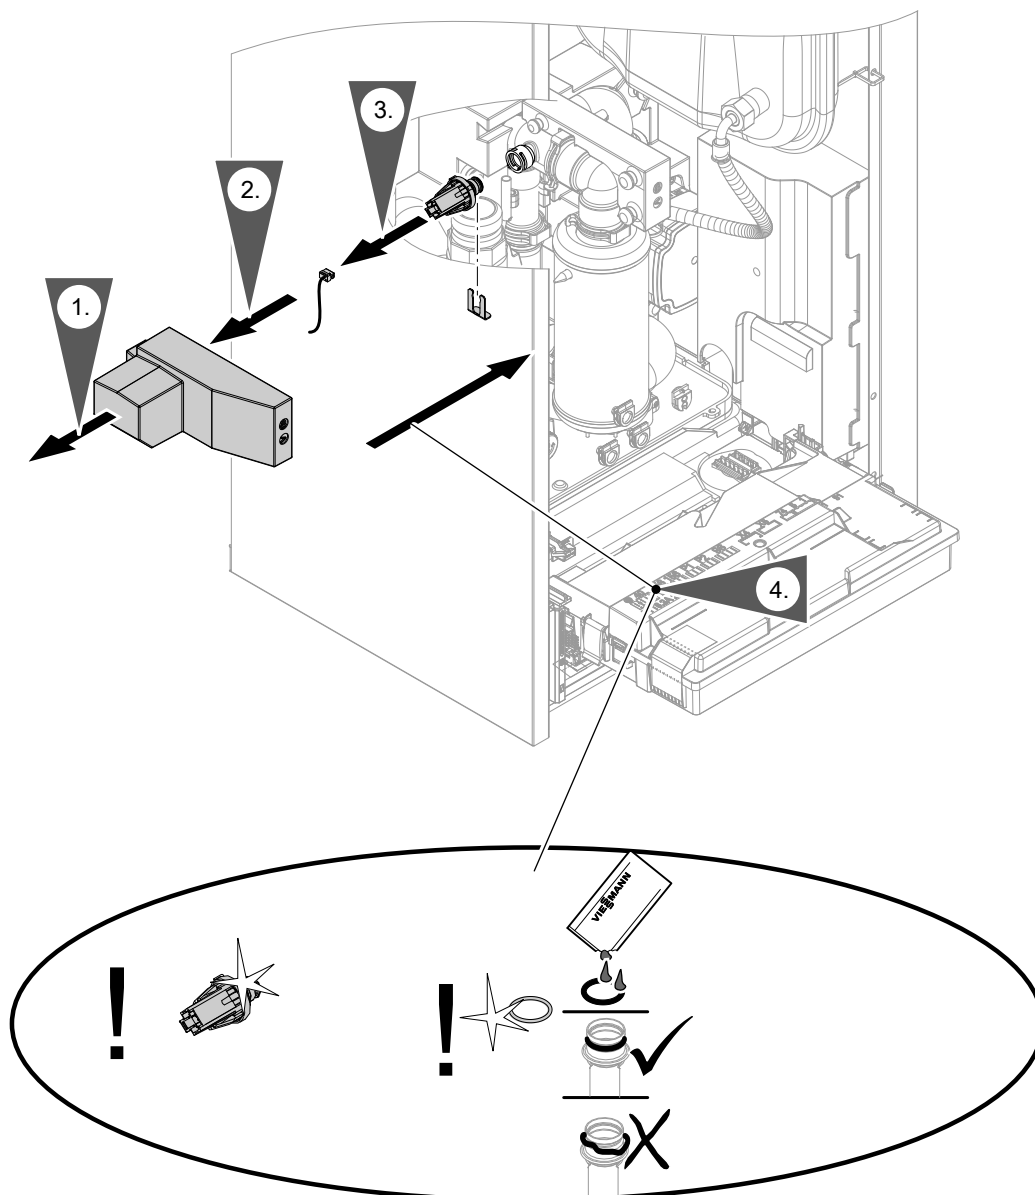

Fig. 81
- Senzor de presiune: consultați fig. 81.